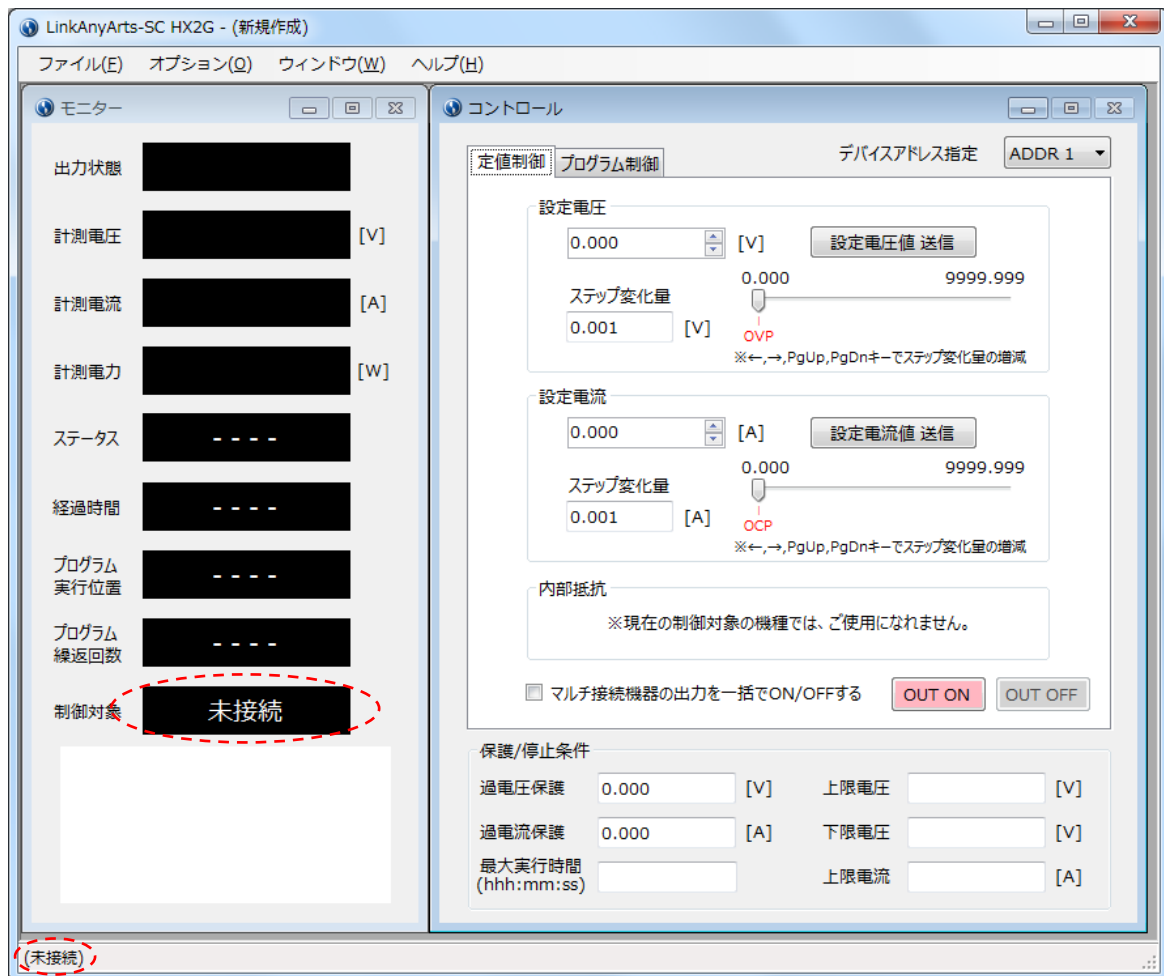

図 3-4 オフライン状態
- (2) 装置との接続に失敗し、ソフトウェアがオフライン状態(図 3-4 点線部が「未接続」)で起動した場合、下記に示す原因の対処を行ってください。
対処後、図 3-4 下部の「(未接続)」表示をクリックすることで、接続のリトライが行えます。